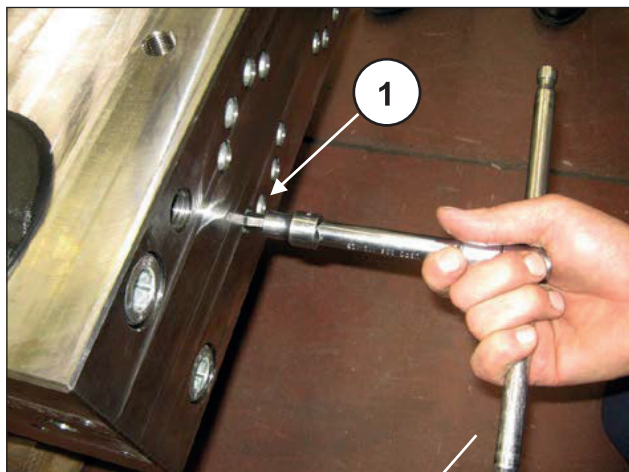
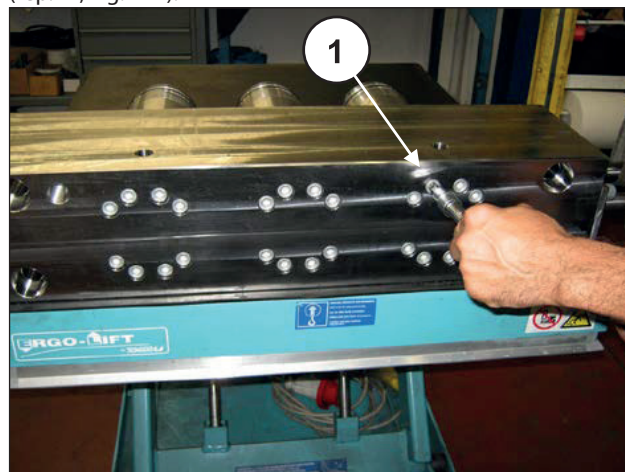
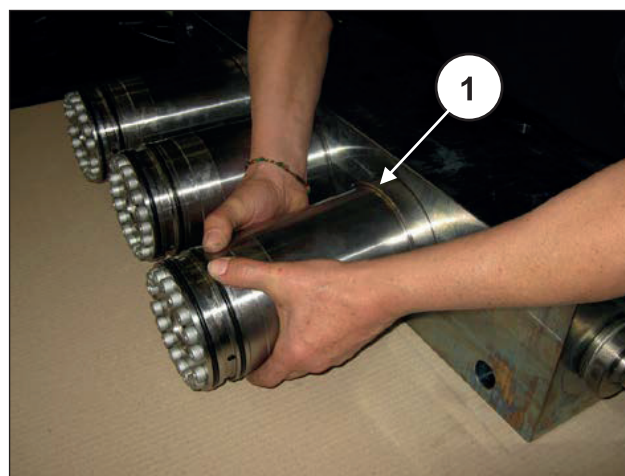

Fig. 166
Fig. 173
Fig. 174
Desserrer, sans les déposer, les vis M12x160 de fixation des chemises sur la culasse (rep. ①, Fig. 166) de sorte qu'elles résultent libres.
Déposer les vis M12x160 de fixation des chemises sur la culasse (rep. ①, Fig. 173) et dégager les groupes chemises (rep. ①, Fig. 174).
Extraire la culasse de l'entretoise de culasse fixée sur le carter de pompe comme indiqué au point 2.2.1 (de Fig. 166 à Fig. 174).